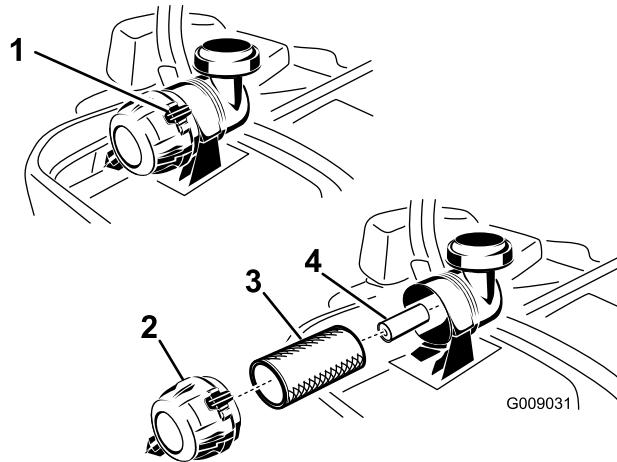

Figura 52
3. Empurre para soltar os grampos de retenção na cobertura do filtro de ar e puxe a cobertura do filtro de ar para fora do corpo do filtro (Figura 52).
5. Empurre suavemente o filtro primário para fora do corpo do filtro de ar (Figura 52). Evite que o filtro bata na parte lateral do corpo.
1. Não limpe o filtro de papel, substitua-o (Figura 52).
2. Se substituir o filtro secundário, deslize-o cuidadosamente para o corpo do filtro (Figura 52).
3. Deslize cuidadosamente o filtro principal sobre o filtro secundário (Figura 52).
5. Instale a cobertura do filtro do ar com a tampa do respiro para baixo e rode de modo a que os grampos de retenção prendam a cobertura no lugar (Figura 52).